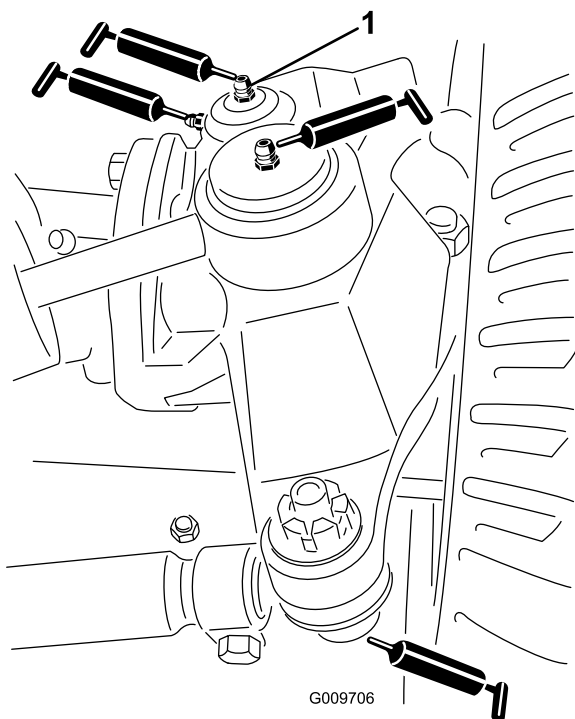

Рисунок 103
- Шаровые опоры гидроцилиндра рулевого управления (2 шт.), см. Рисунок 103
- Шаровые опоры поперечных тяг (2 шт.), см. Рисунок 103
- Втулки поворотных шкворней (2 шт.), см. Рисунок 103.